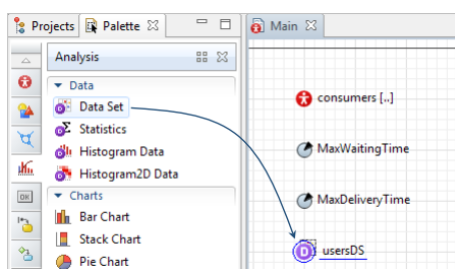

Рисунок 9.1 – Набір даних
1. Відкрийте головну діаграму та додайте набір даних із палітри аналізу. Назвіть його *usersDS* (рис. 9.1).